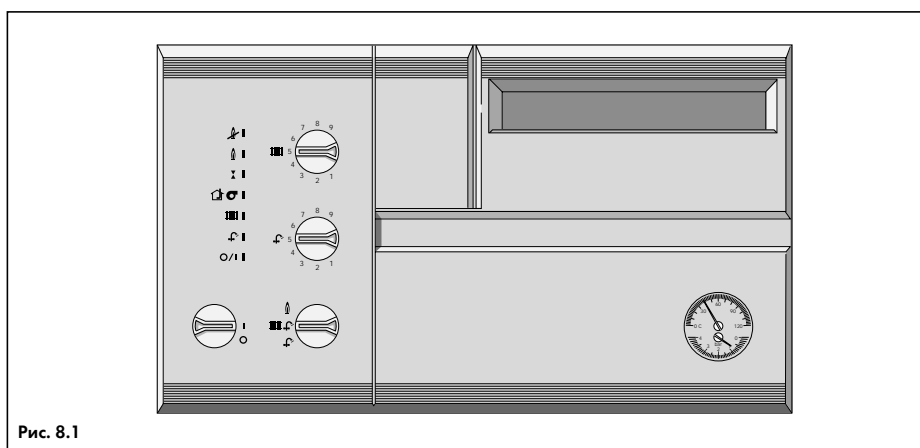
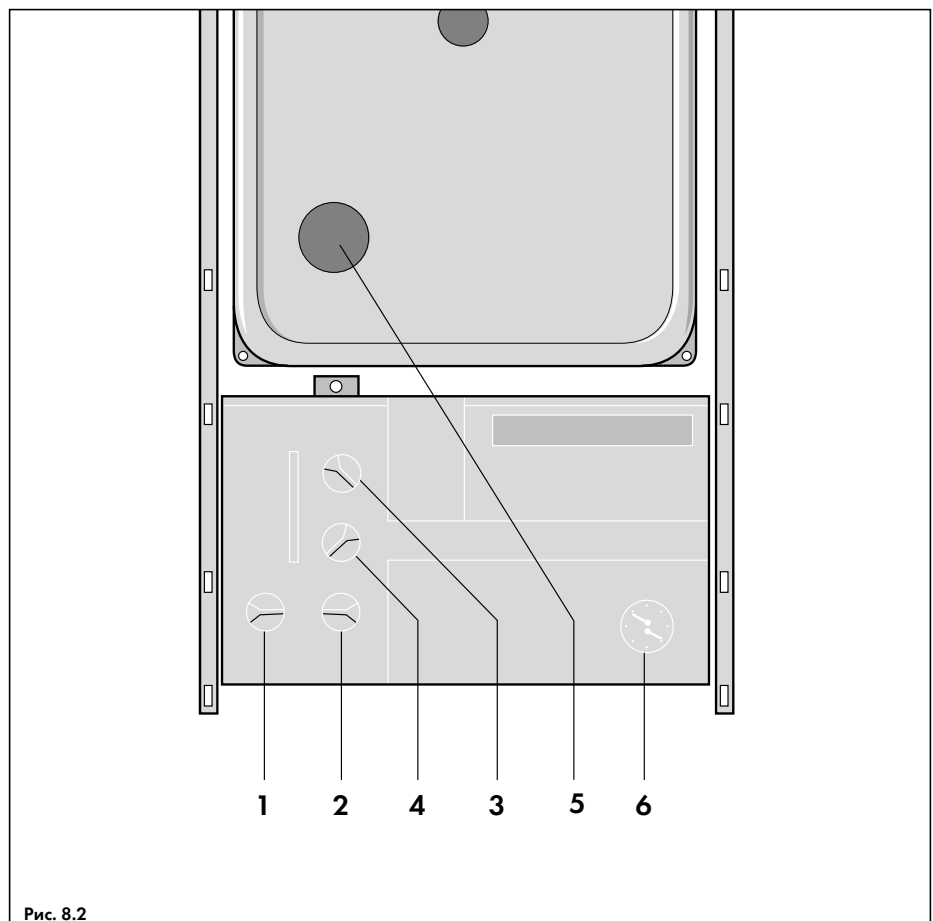

Рис. 8.1
Рис. 8.2
Аппарат имеет систему индикации, которая показывает его рабочее состояние и возникшие при работе неисправности. С её помощью можно провести проверку функционирования аппарата в режимах отопления и приготовления воды для хозяйственных нужд\* (рис. 8.1).
- Включить главный выключатель котла, поставив его из положения "выкл" (0) в положение "вкл" (1); При этом должен загореться зеленый СДИ "Сеть вкл/выкл";
- Обеспечить запрос работы аппарата на отопление, установив регулятор температуры подающей линии (3, рис. 8.2) на "9". В случае, если к аппарату подсоединены внешние регуляторы, обеспечить запрос работы аппарата на них. При этом должен загореться желтый СДИ "Запрос отопления";
**Указание:** Если попытка зажигания оказалась безуспешной, то на панели управления котла включится красный СДИ "Сбой" (см. рис. 8.1). Как правило, это означает, что нарушена подача газа или же из газопровода не до конца удален воздух. Проверить еще раз подачу газа, после чего переключатель режимов работы (2, рис. 8.2) повернуть в положение "Разблокировать" . Будет предпринята повторная попытка розжига.
- Включить аппарат в любом режиме и закрыть газовый кран на опуске. В течение 10 с аппарат должен пытаться разжечь горелку (искровые разряды на электродах розжига можно видеть через смотровое окошко на крышке турбо-камеры (5, рис. 8.2)). По истечении 10 сек. аппарат должен выключиться;
- Открыть газовый кран и снять сбой, для чего переключатель режимов работы (2, рис. 8.2) повернуть в положение "Разблокировать" . Горелка будет разблокирована и аппарат начнет работу.
- Повторно заполнить водой отопительную установку и спустить из нее воздух, как описано в главе 6.4. Систему отопления заполнить до уровня, при котором манометр (6, рис. 8.2) показывает давление на 0,5 бар больше, чем статическое давление воды в системе отопления на уровне установки аппарата, но не менее 1 бар. Статическое давление 1 бар соответствует 10 м высоты системы отопления.
**Указание:** Минимальное давление на манометре (6, рис. 8.2) никогда не должно опускаться ниже значения 1 бар.